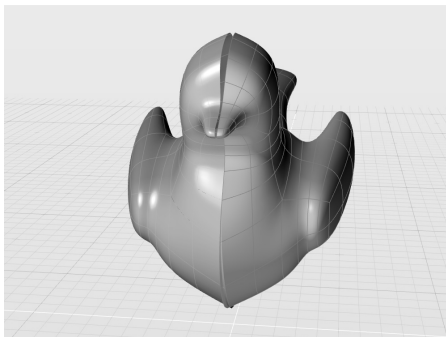

图 6-73 创建镜像
2) 像【练习 (6.2.4_2)】一样, 创建“镜像”对象, 可以进一步发现左右两侧无法很好地在轴位置对齐, 如图 6-73 所示。